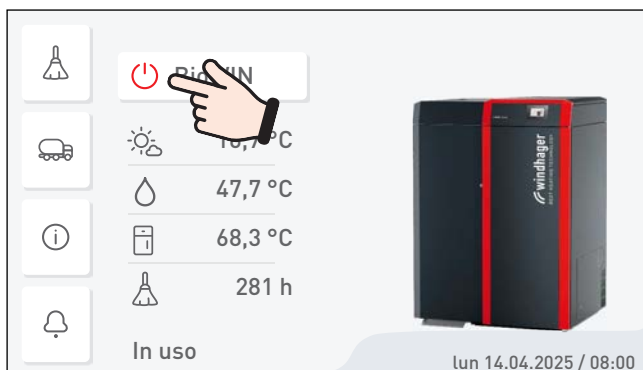
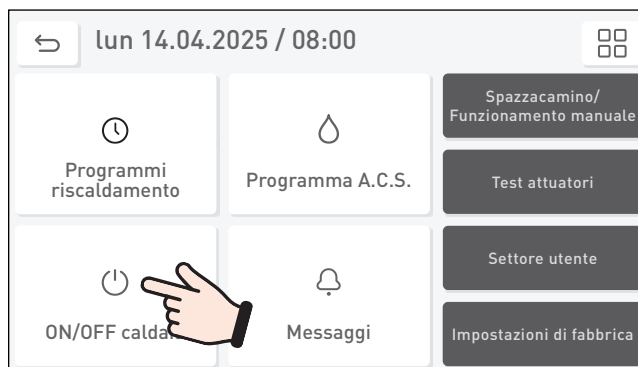

Fig. 3 Spegnere caldaia a pellet
Fig. 4 Spegnere caldaia a pellet
- Prima di aprire la porta di contenimento, spegnere assolutamente la caldaia con il **tasto ON/OFF** (vedere Fig. 3, Fig. 4) e lasciarla raffreddare (nessuna visualizzazione sul display).